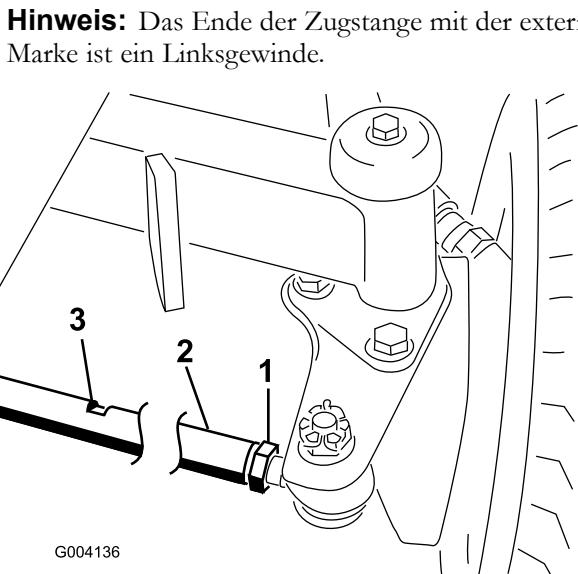

Bild 48
- Lösen Sie die Klemmmutter an jedem Ende der Zugstange (Bild 48).